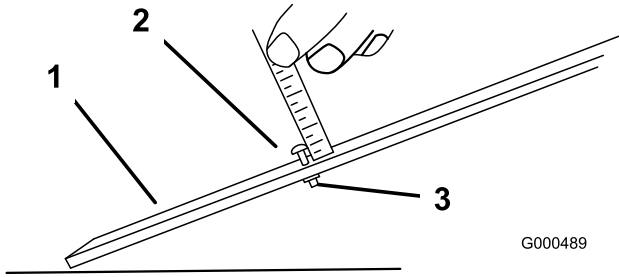

图55
3. 松开调刀尺上的螺母（图55），并将调节螺丝设定为所需的剪草高度。螺丝头底部与调刀尺表面之间的距离就是剪草高度。